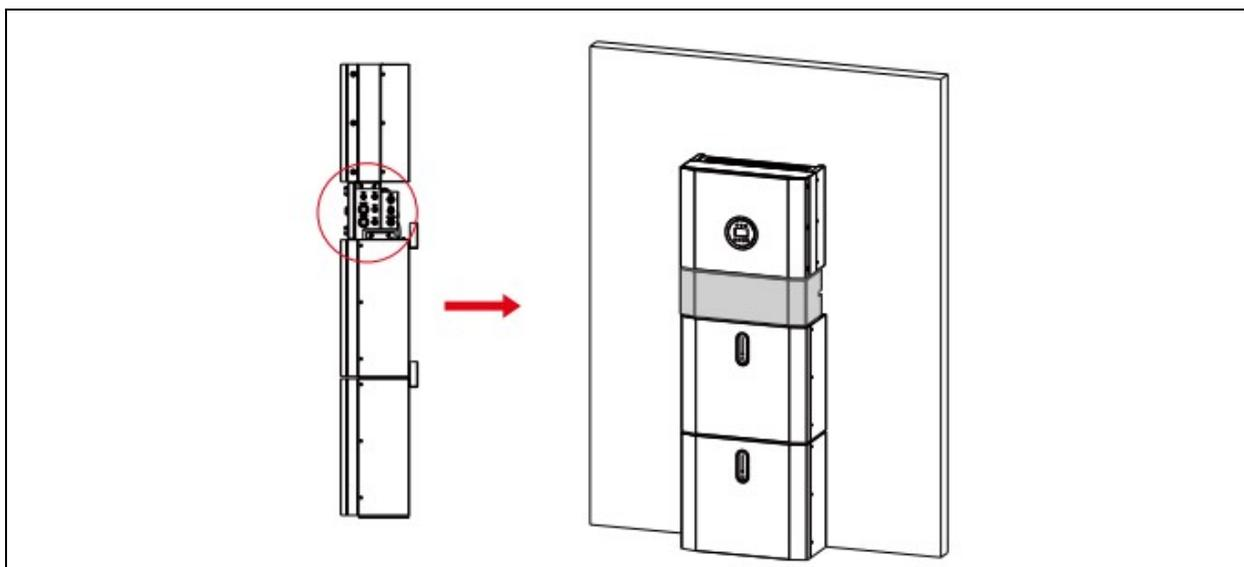

Fig. 27 (Chiusura quadro di connessione)
Passo 13 Chiudere il coperchio e stringere le viti (**Fig. 27**).